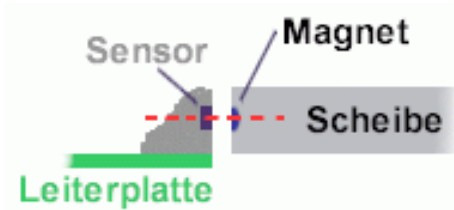

Abbildung 5 Korrekte Ausrichtung von Magnetring und Sensor.
- Dabei darauf achten, dass sich die Magnete in dem Magnetring auf Höhe des Sensors befindet, siehe Abbildung 5 auf der nächsten Seite.